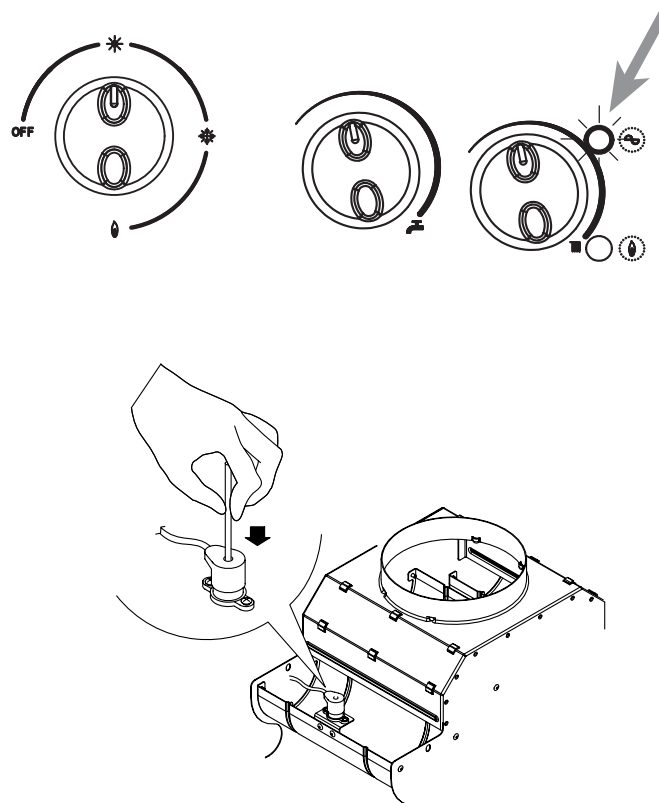

Fig. 27/b
- Blocco accensione/intervento termostato di sicurezza (fig. 27)
- Ripristino pressione impianto riscaldamento (fig. 27/a)
- Altre anomalie (fig. 27/b)
Nel caso si accenda la spia arancio lampeggiante (insufficiente pressione acqua), ripristinare il funzionamento attraverso il rubinetto di carico (fig. 27/a).